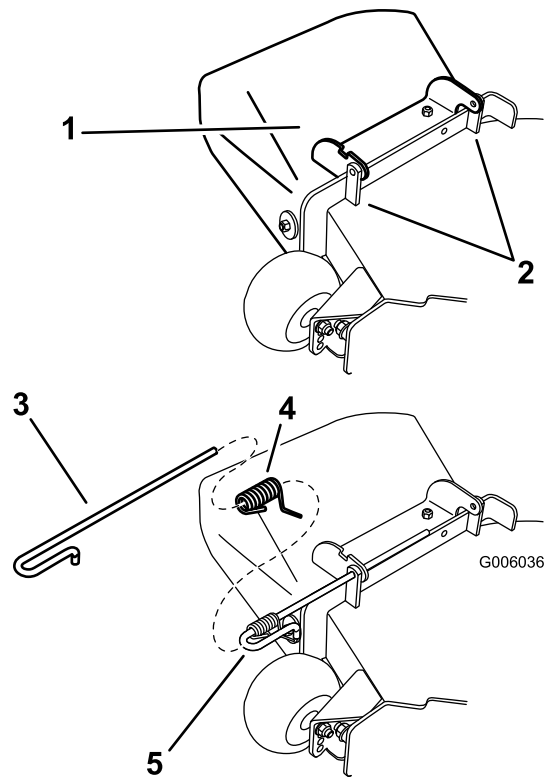

Figure 64
1. Désengagez le ressort du cran dans le support de déflecteur et sortez la tige des supports soudés du tablier, du ressort et de du déflecteur d'éjection (Figure 64). Enlevez le déflecteur s'il est endommagé ou usé.
2. Positionnez le nouvel ensemble déflecteur d'éjection en plaçant les extrémités du support entre les supports soudés du tablier, comme illustré à la Figure 64.